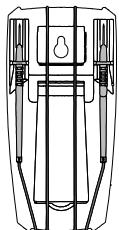

Рис. 6.1
- Использовать для фиксации одного из измерительных щупов при измерениях, когда отсутствует подставка для мультиметра (рис. 6.1).